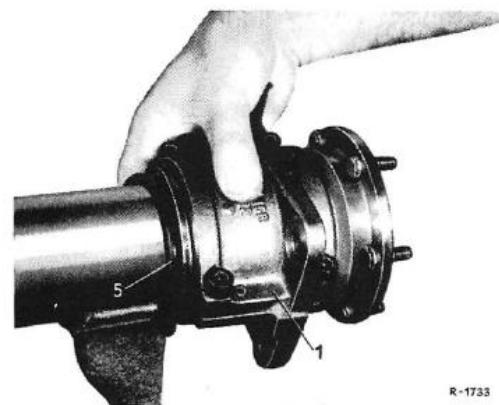

Bild 35–5/14
14 Prüfen, ob sich das Lagergehäuse ruckfrei und ohne spürbares Spiel von Hand drehen läßt (Bild 35–5/14).
15 Gummiringe (5) in die Nuten zwischen Lagergehäuse (1) und Tragrohr einsetzen (Bild 35–5/10). Darauf achten, daß die Gummiringe nicht verdreht sind.